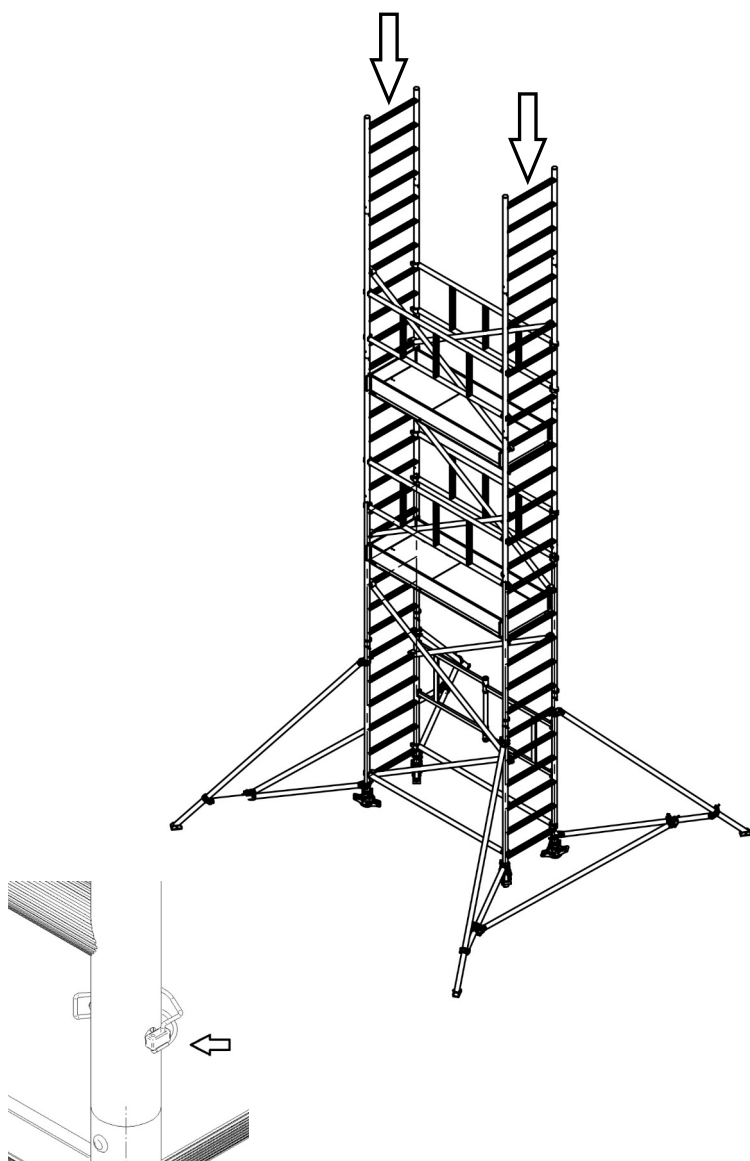

Rys. 85. Montaż krawężników poprzecznych
19. Następnie zamocować zestaw krawężników. Należy montaż rozpocząć od krawężników poprzecznych (Rys. 85), a następnie zamontować krawężniki wzdłużne (Rys. 86).